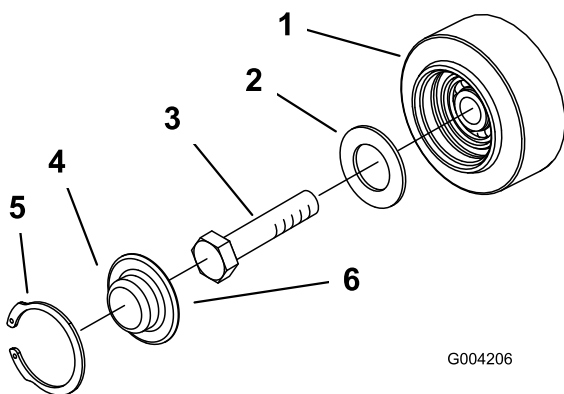

Figure 56
3. Déposez le circlip et le chapeau d'un galet de roulement (Figure 56).
4. Vérifiez la graisse sous le chapeau et autour du joint (Figure 56). Si elle est encrassée, granuleuse ou en quantité insuffisante, enlevez toute la graisse, remplacez le joint et ajoutez de la graisse neuve.